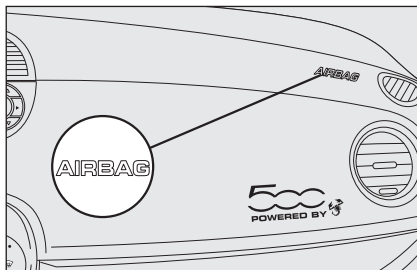

fig. 13
**PASSENGER'S FRONT AIR BAG fig. 13**